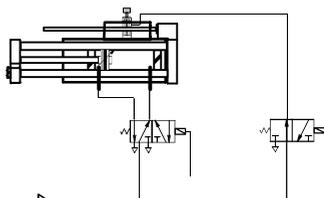

Bild 11
- Använd en gemensam tryckluftskälla för anslutning av ventiler (t ex anslutning enligt Bild 11 med CP..-ventilterminal).